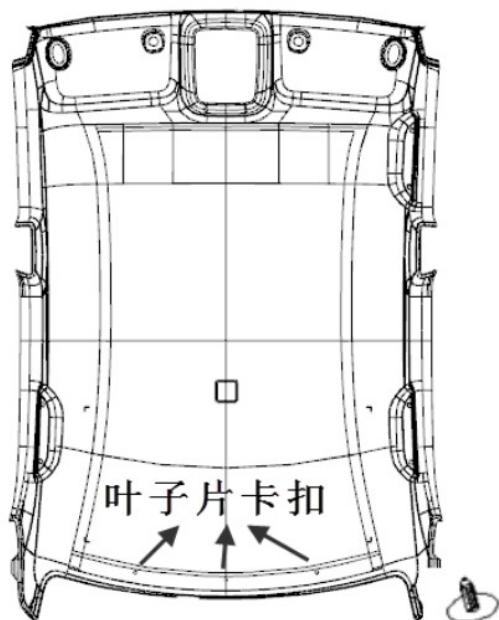

图 4.2 低配顶棚拆卸示意图
- ①、所有拆装必须十分清楚产品结构，避免在拆卸中出现意外情况；
- ②、所有用一字螺丝刀撬开的操作必须在螺丝刀头缠柔性胶带以避免损伤产品表面。
- ③、顶棚的拆卸和安装按步骤（1）、（2）进行；
- （1）、找到顶棚后部的 3 个安装卡扣的位置（见上图 4.2），用一字螺丝刀将其从顶盖上撬脱，即可卸下顶棚。